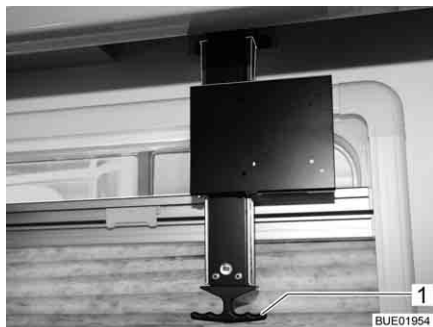

Bild 77 Hållare med utdrag
- Dra ned utdraget med handtaget (Bild 77,1).